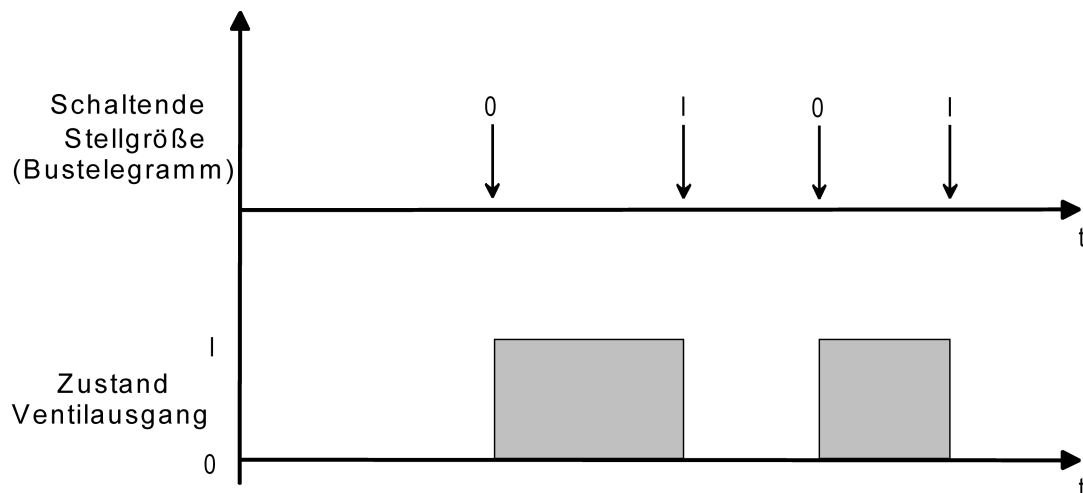

Bild 30: Umsetzung einer schaltenden Stellgröße in ein Ausgangssignal bei stromlos geöffneten Ventilantrieben (Beispiel)
- Den Parameter "Ventil-Wirksinn (Ventil im stromlosen Zustand)" einstellen auf "geöffnet". Bei schaltenden Stellgrößen wird das über das Objekt "Stellgröße" empfangene Schalttelegramm direkt an den Ausgang weitergeleitet. Bei einem empfangenen "EIN"-Telegramm wird der Ausgang nicht bestromt und somit das Ventil vollständig geöffnet. Das Ventil wird durch Einschalten des Ausgangs vollständig geschlossen, wenn ein "AUS"-Telegramm empfangen wird (Bild 30).